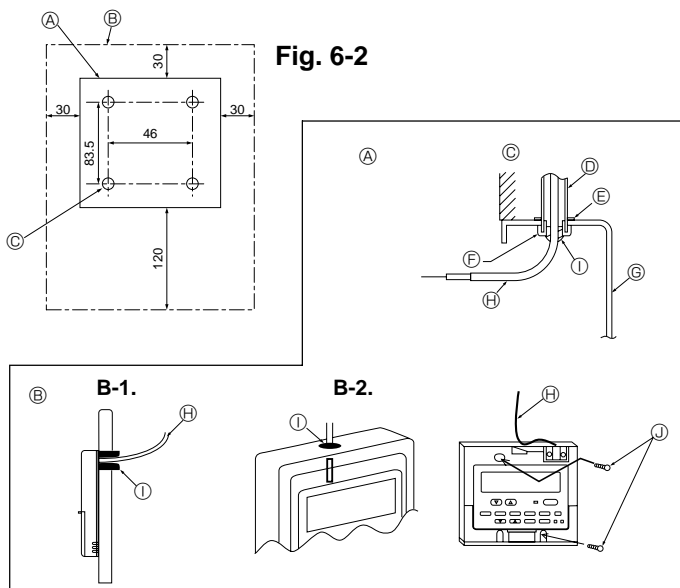

Fig. 6-3
(2) Forsegl serviceåbningen til fjernstyringskablet med kit for at forhindre indtrængen af dugdråber, vand, kakerlakker eller orm. (Fig. 6-3)
#### [Fig.6-3]